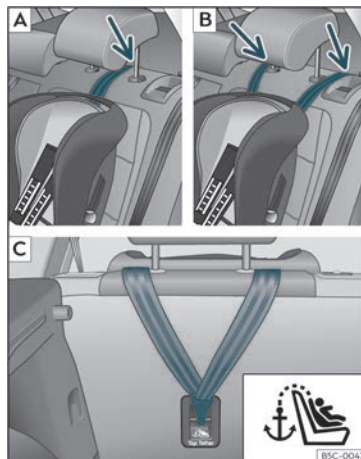
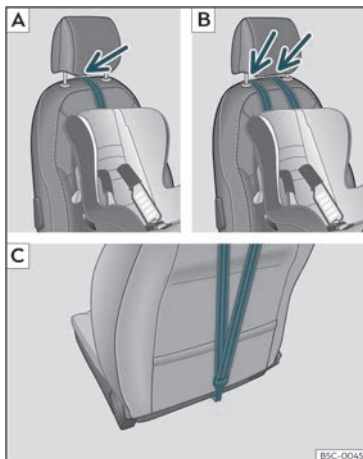

Fig. 33 Seients posteriors: ajust i muntatge en funció del cinturó Top Tether.
Fig. 34 Seient de l'acompanyant: ajust i muntatge en funció del cinturó Top Tether.
dire, aixequueu o retireu el reposacaps si és necessari)»» fig. 33 [A]/[B],»» fig. 34 [A]/[B].
- Feu lliscar la corretja i fixeue-la correctament amb l'ancoratge de la part posterior del respall»» fig. 33 [C],»» fig. 34 [C].